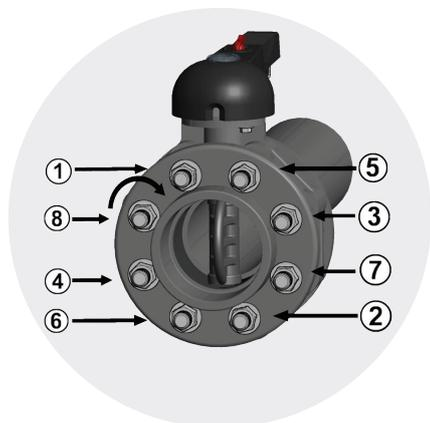

Fig. 1
7. una volta concluso il tempo di raffreddamento, procedere al serraggio dei bulloni seguendo l'ordine "a croce" (fig.1);